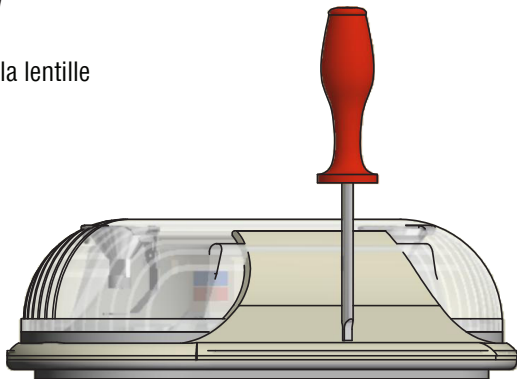

Figure 3
3. Effectuer les connexions de câblage adéquates entre l'alimentation en C.A. et le transformateur de l'unité conformément (Figure 3).